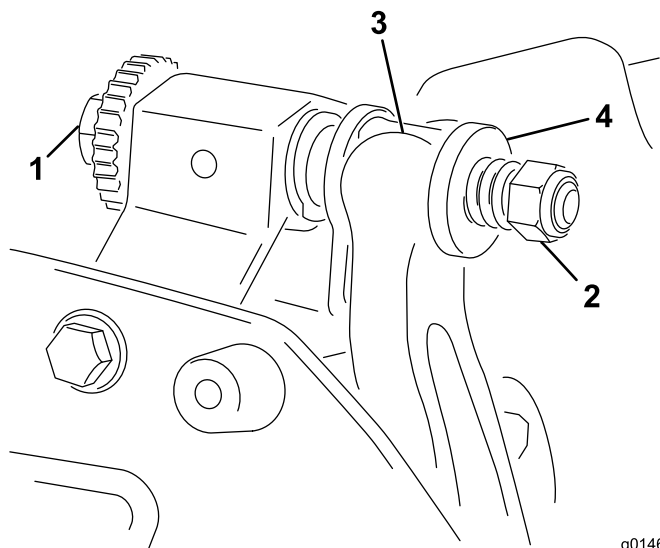

図 13
1. ベッドバー調整ネジを左に回してベッドナイフとリールの接触をなくす (図 13)。
2. スプリング・テンション・ナットをゆるめて、ワッシャがベッドバーを全く押さないようにする (図 13)。